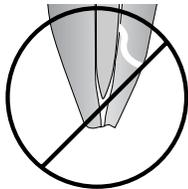

Fig 1
2. Ajuster un cône de gutta percha (nous recommandons l'utilisation des cônes medium EDS, réf. cat. 5000-M pour la technique SafeSider) et vérifier qu'il atteint la longueur de travail. Il doit nécessairement bloquer au retrait dans le but d'obtenir un ajustage apical le plus adapté possible. (Figures 1, 2, 3).